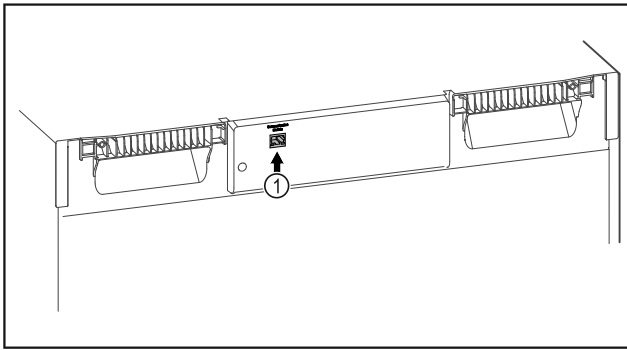

Fig. 93
- SmartModule Fig. 93 (1) установлен.